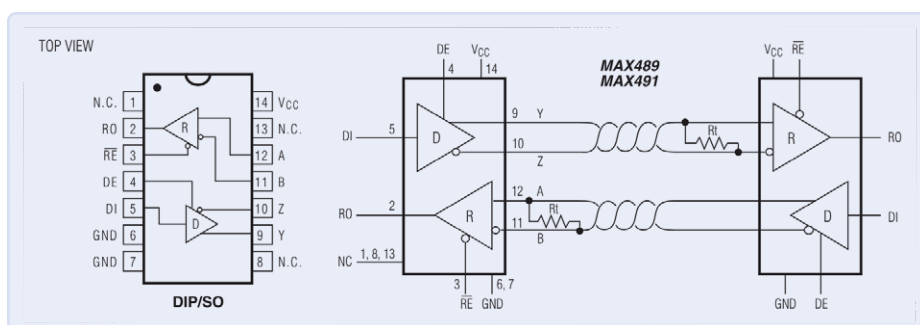

Figure 3. Configuration des broches du MAX489 et circuit de fonctionnement typique. Source : Analog Devices [6]
Les pilotes RS485 ou RS422 fonctionnent tous sur des principes similaires. À titre d'exemple, le schéma du circuit intégré MAX489, utilisé dans ce projet, est présenté dans le **figure 3**. Sa fiche technique est disponible sur le site [6]. Les données à transmettre sur le bus sont connectées à la broche *Driver Input* (DI). Les données reçues du bus sont alors disponibles sur la broche de sortie du récepteur (RO). Les broches *Receiver Enable* et *Driver Enable* (/RE et DE, respectivement) sont utilisées pour contrôler le sens de la communi-